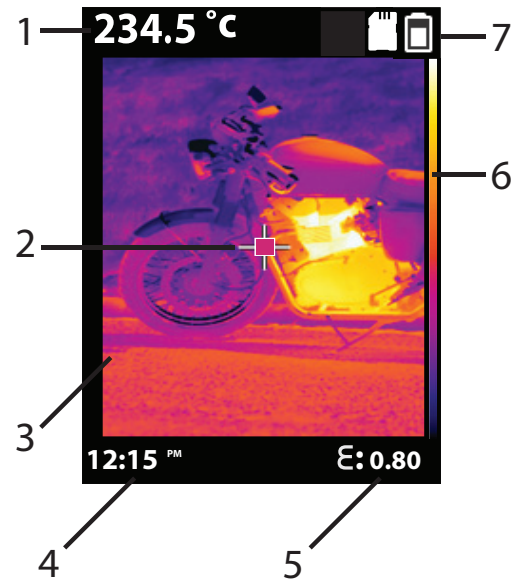

Fig 3-2 Main Display
- Beziehen Sie sich auf das Anzeigebeispiel in Abb. 3.2 sowie auf die Angaben in den Abschnitten 4.2 *Übersicht der IR-Thermometermessungen*, 4.3 *Abstand-zu-Messpunkt-Verhältnis* und 4.4 *Übersicht des IR-Bildgebers*.